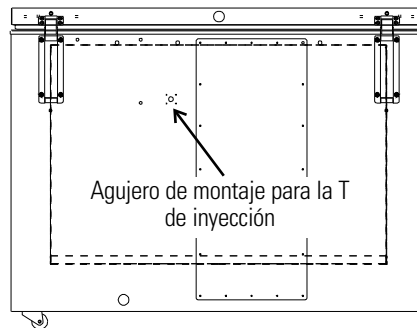

Figura 6-1. Ubicación del puerto
1. Ubique el orificio de montaje para instalar en conjunto en T de inyección. Consulte la Figura 6-1.